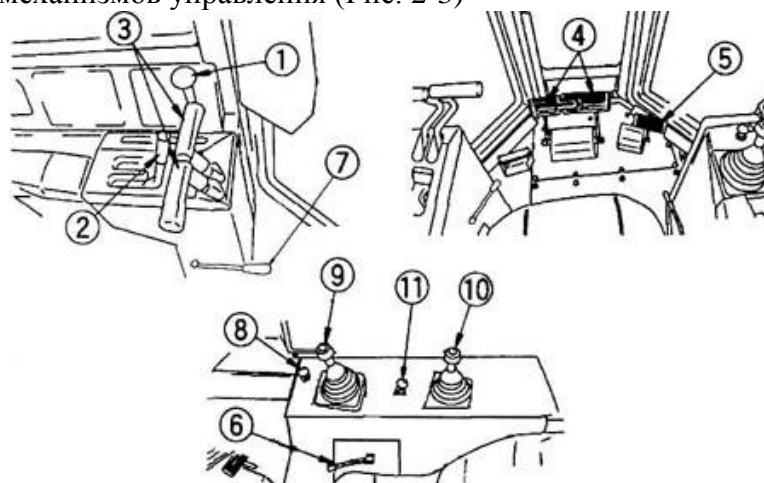

Рис. 2-3
2.2.2.1 Функции механизмов управления (Рис. 2-3)